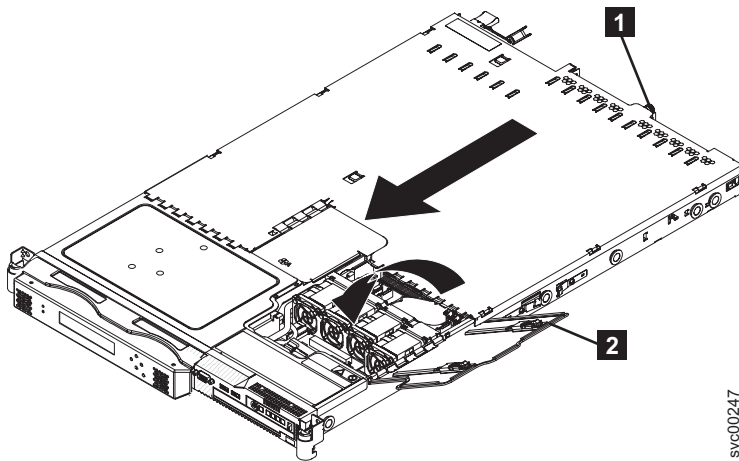

図 69. ファン・ドアを開いた状態の SAN ボリューム・コントローラー 2145-8G4
3. カバーが SAN ボリューム・コントローラー 2145-8G4 上のすべての差し込みタブに正しく噛み合うまで、つまみねじ **1** (96 ページの図 69 を参照) を締めます。